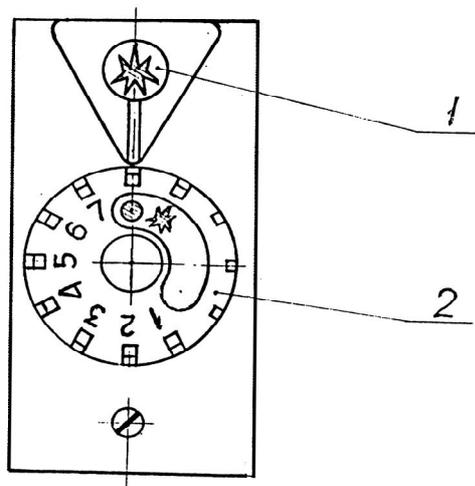

Рисунок 4
**7.1 Включення апарата (див. рис. 4) виконуйте в такій послідовності:**